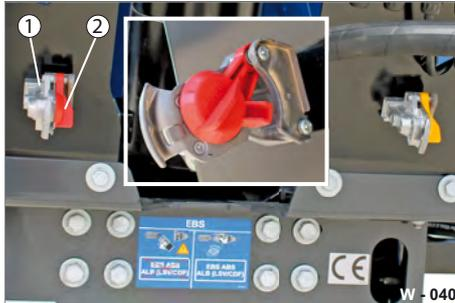

Abb. 47 Kupplungsköpfe geschlossen
- ▶ Schliessen Sie die Kupplungsköpfe (Abb. 47/1) beim Abstellen des Anhängers. Drehen Sie die Deckel (Abb. 47/2) zu.